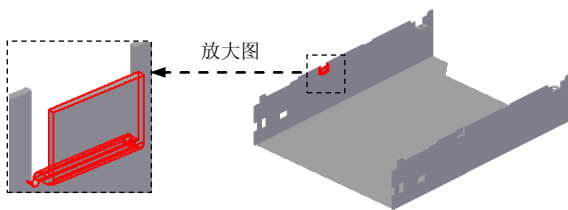

图 8.8.35 镜像特征 3
③ 单击“主页”操控板中的“关闭草图”按钮, 退出草图绘制环境。
(3) 轮廓弯边的延伸量及方向。在“轮廓弯边”命令条中单击“延伸步骤”按钮; 单击“有限范围”按钮, 在“距离”文本框中输入值 7, 并按 Enter 键, 单击“对称延伸”按钮。
(4) 定义属性及参数。在“轮廓弯边”命令条中单击“轮廓弯边选项”按钮; 取消选中 ☐ 使用默认值 (U)* 复选框, 在其“折弯半径 (R)”文本框中输入值 0.2, 选中 ☒ 折弯止裂口 (E) 复选框和 ☒ 圆形 (C) 单选项; 取消选中 ☐ 使用默认值 (L)* 复选框, 在其“宽度 (W)”文本框中输入值 0.5, 单击  按钮。
(5) 单击  按钮, 完成特征的创建。
Step14. 创建图 8.8.35 所示的镜像特征 3。